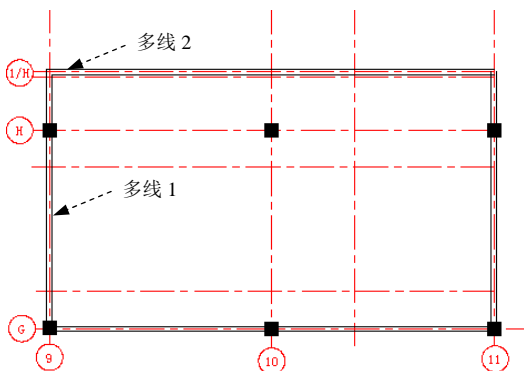

图 17.12.15 编辑多线 1
(1) 选择下拉菜单 **修改(M)** → **对象(O)** → **多线(M)...** 命令，在系统弹出的对话框中单击“角点结合”按钮 ，选取图 17.12.15 所示的多线 1 与多线 2 为要编辑的多线，按下 Enter 键完成编辑。